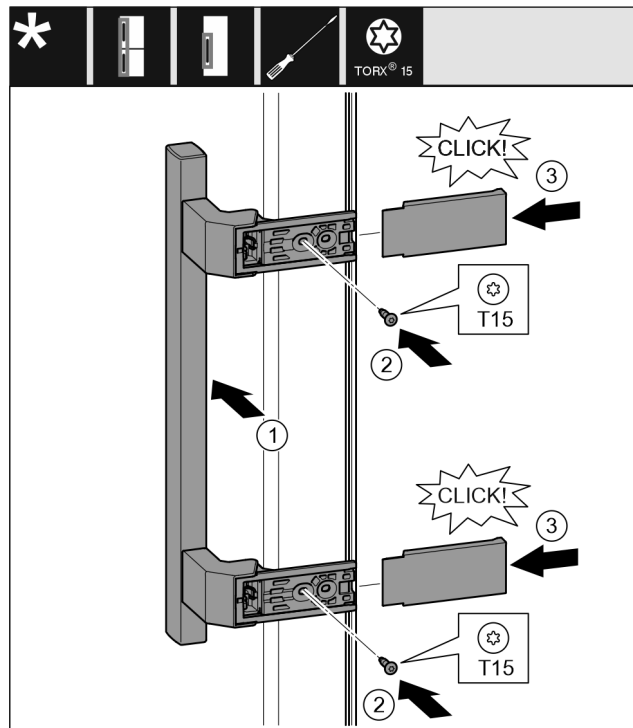

Fig. 40
- ▶ Tegye fel a fogantyút a másik oldalra. Fig. 40 (1)
- ▶ Húzza meg a csavarokat a T15 csavarhúzóval. Fig. 40 (2)
- ▶ Tegye fel az oldalsó fedelet, és tolja fel őket. Fig. 40 (3)